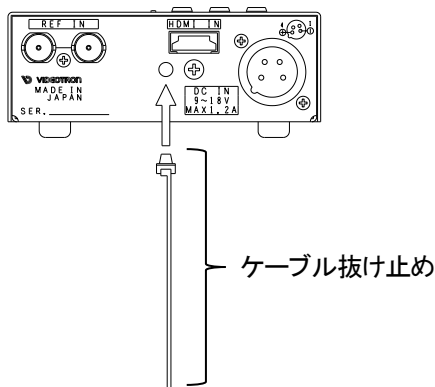

図4-1
- (1) HCK-30本体のHDMI入力コネクタ・HDMI出力コネクタ・USBコネクタの近くにある取り付け穴に、付属のケーブル抜け止めを挿入します。(図4-1)